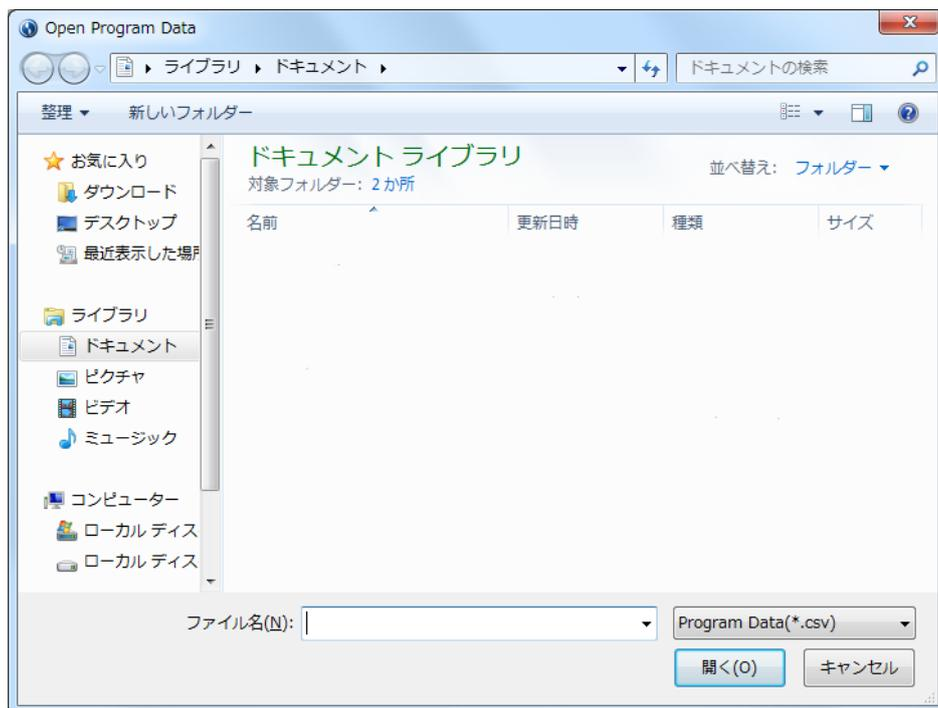

図 8-6 プログラムデータファイル選択画面
プログラムデータファイルを読み込む際は、Main 画面のメニュー「File」内の「Open Program Data (O)」をクリックすることで、プログラムデータファイル選択画面が表示されます。(図 8-6)